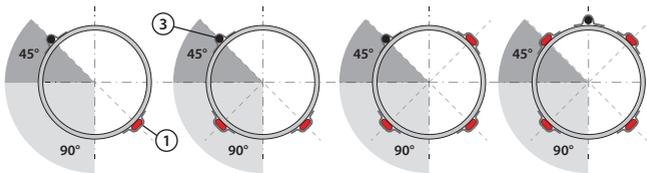

Fig. 2
5. Rette linjer og sensor må monteres som vist i Fig. 2. Kabler som skal vikles rundt røret festes som vist med aluminiumstape for hver meter røret.